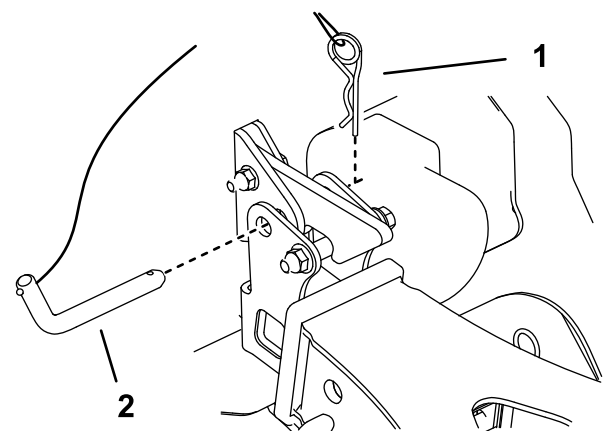

Figura 26
5. Retire el pasador de enganche y la chaveta que sujetan el conjunto del soplador al receptor de enganche (Figura 26).